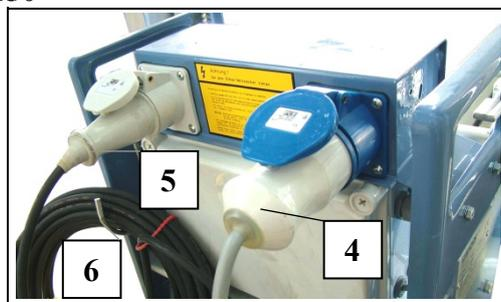

Fig. 32 Fișă ștecăr troliu
- Cablul rămas se rulează cu grijă și se atârână în cârlig (Fig. 32 poz. 6). - altfel există pericol de accidentare rămânând agățat sau se poate deteriora cablul.
- Cablul (1) de la troliu de cablu se îndepărtează din ocheta cu resort (2).
- La doza de comandă se apasă tasta AB (jos). - se desfășoară suficient cablu, în același timp se tensionează cablul pentru ca întrerupătorul de cablu detensionat (3) să rămână în poziția de lucru.